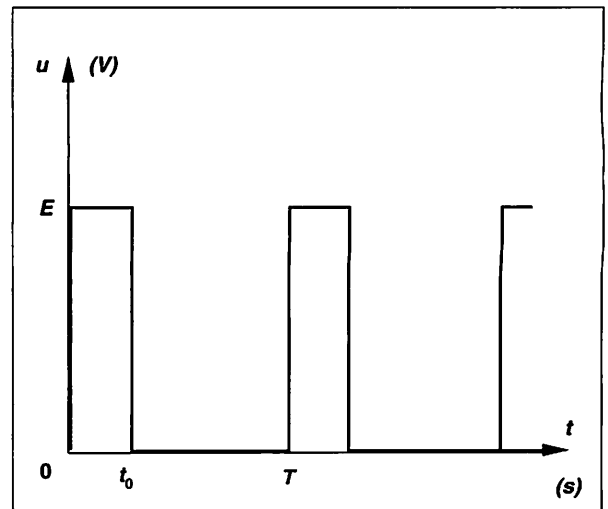

Fig. 22.12 : Tension aux bornes de la charge.
- à **une tension nulle** pendant le reste de la période, soit $T - t_o$ (fig. 22.12).